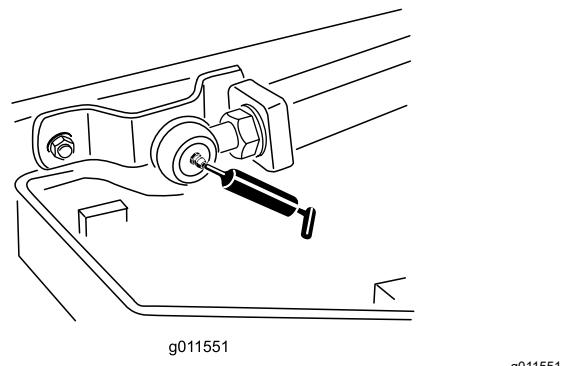

Рисунок 44
- Шаровые опоры подъемных рычагов (2 шт.) (Рисунок 44)